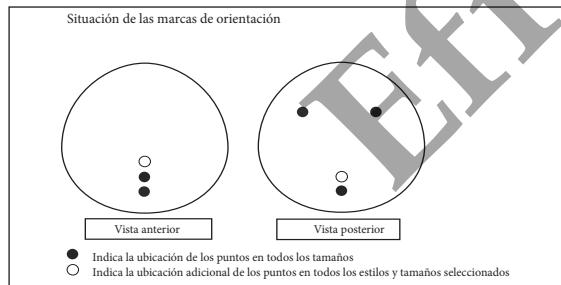

FIGURA 1
- *Natrelle*® 150 incluye un mini reservorio remoto para inyección de cierre hermético automático compatible con la resonancia magnética (RM) que contiene una protección de titanio para prevenir perforaciones involuntarias con la aguja a través de la base del sitio de inyección.
- Los implantes mamarios *Natrelle*® llenos de gel de lumen sencillo con forma anatómica incluyen puntos de orientación para ayudar a la correcta colocación del implante durante la cirugía (véase la Figura 1).